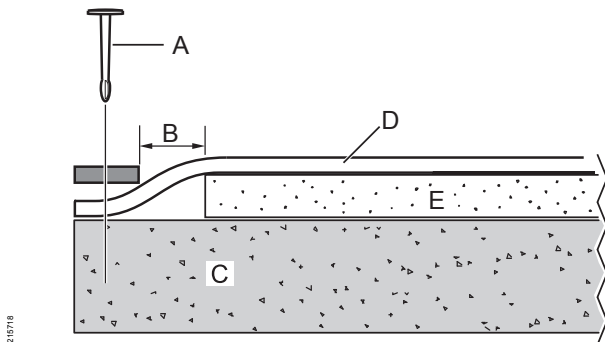

Fig. 8: Feste foran.
1. Plasser glassfiberprofilen (med ribbene under) i en avstand på 50 mm (B på Fig. 8) fra kanten av skumlaget (E på Fig. 8) foran på båsen.